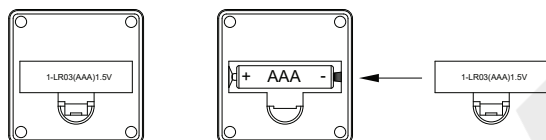

fig.1
4. Instale a bateria: remova a tampa da bateria, insira uma bateria AAA no compartimento da bateria, preste atenção aos polos positivo e negativo conforme a fig. 1 e instale a tampa da bateria. Não é necessário definir o zero novamente, o nível zero ainda está correto.